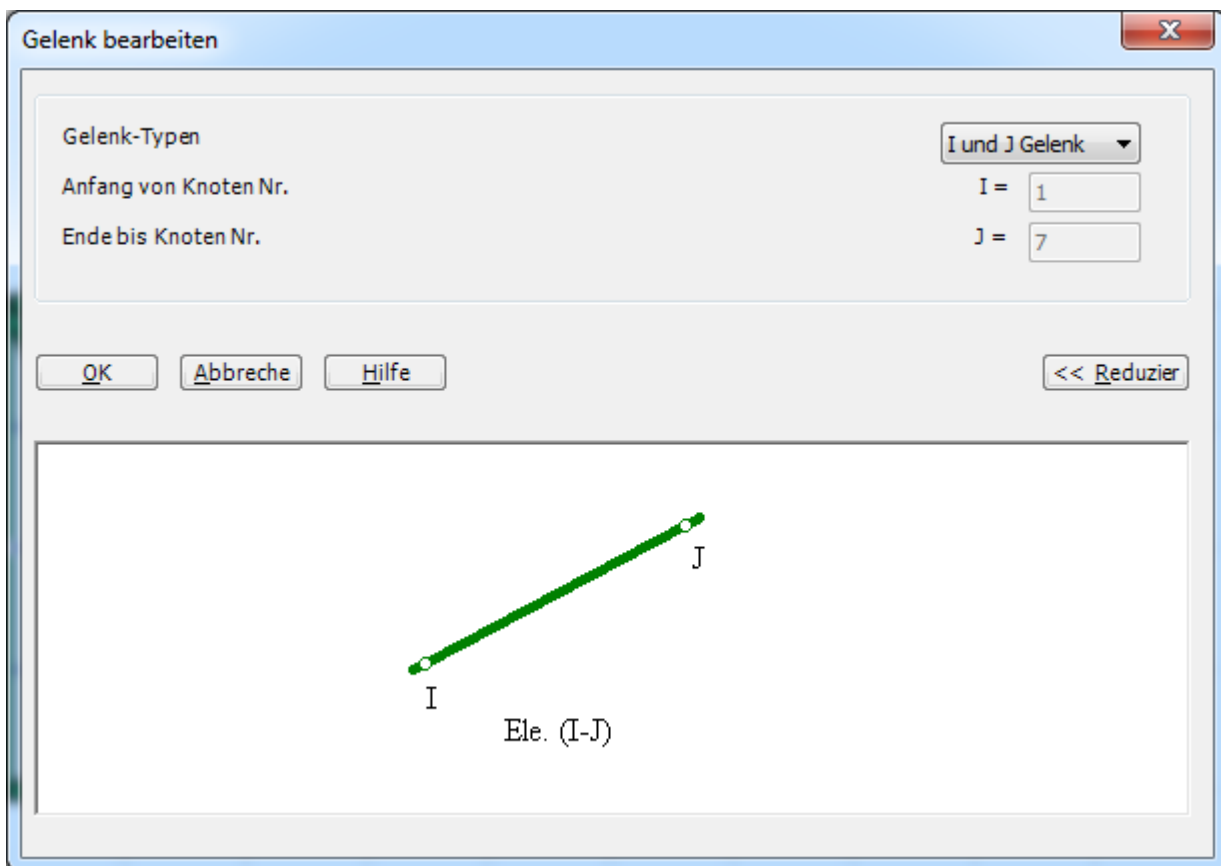

Bild 6.24 Dialogfeld "Gelenk bearbeiten"
- Doppelklicken Sie auf dem Stab, das Dialogfeld "Gelenke bearbeiten" im Bild 6.24 erscheint